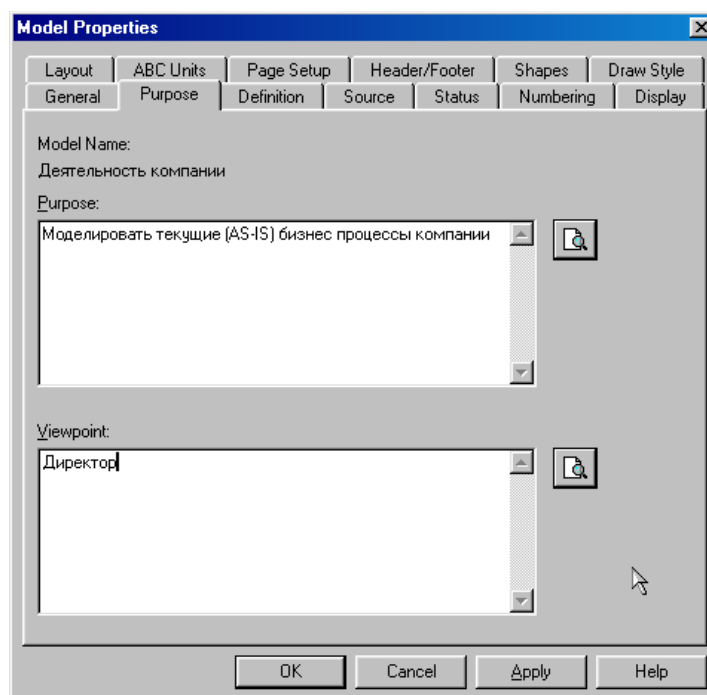

Рисунок 7 – Внесение данных о цели моделирования и точке зрения на модель
4.8 Во вкладке **Purpose** диалогового окна **Model Properties** в текстовое поле **Purpose** (Цель) внесите данные о цели разработки модели – " Моделировать текущие (AS-IS) бизнес-процессы компании", а в текстовое поле **Viewpoint** (Точка зрения) – "Директор" (рисунок 7).